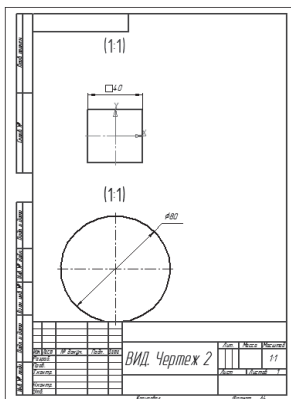

Рис. 69
2. Сделать *Вид 2* текущим и изменить его масштаб на 1:1. Изображение окружности также изменится. Сохранить чертеж под именем «ВИД. Чертеж 2» (рис. 69).
После его активизации на панели свойств выбирается тип знака шероховатости, и после обращения к окну *Текст* (рис. 69) открывается диалоговое окно для ввода текста (рис. 72).